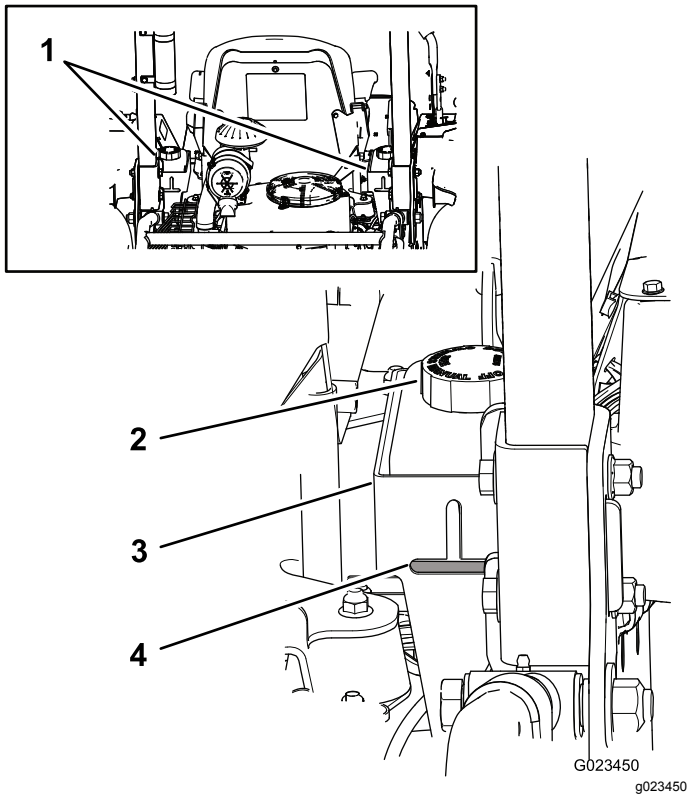

Figure 17
Les réservoirs de la machine sont remplis à l'usine de liquide hydraulique de haute qualité. Le moment le plus propice pour contrôler le niveau du liquide hydraulique est quand il est froid. La machine doit être dans la configuration de transport. Si le niveau de liquide est en-dessous du haut de la partie horizontale du regard de niveau situé à l'arrière des réservoirs hydrauliques (Figure 17), faites l'appoint jusqu'à ce que le niveau d'huile soit acceptable. **Ne remplissez pas les réservoirs excessivement.** Si le niveau de liquide atteint le haut de la partie horizontale du regard de niveau, il n'est pas nécessaire de faire l'appoint. Le liquide de remplacement recommandé est le suivant :
**Remarque:** Le niveau de liquide doit atteindre le bas de chaque ouverture, comme montré à la Figure 17.
- A. Nettoyez la surface autour des bouchons des réservoirs de liquide hydraulique pour éviter que des impuretés ne pénètrent dans le système (Figure 17).